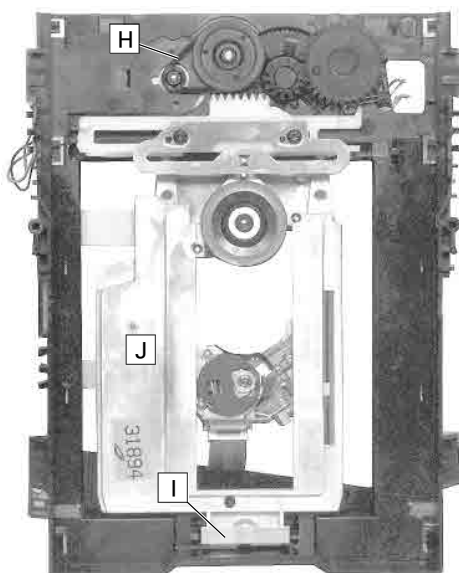
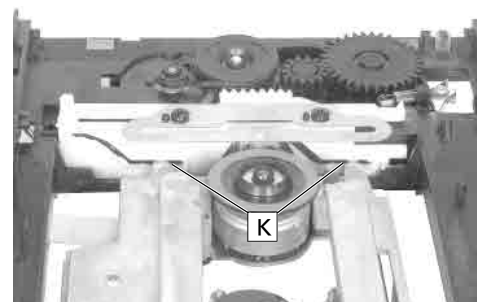

Fig. 9
Fig. 10
- Bügel **I** (Fig. 9) ausrasten und Lasereinheit **J** herausnehmen. Beim Wiedereinbau auf korrekten Sitz der Lasereinheit in den Führungen **K** (Fig. 10) achten!
- Riemen **H** (Fig. 9) abnehmen.
- Unhook the clip **I** (Fig. 9) and remove the Laser Unit **J**. When reassembling, the laser unit must fit in the guides **K** (Fig. 10)!
- Remove the belt **H** (Fig. 9).